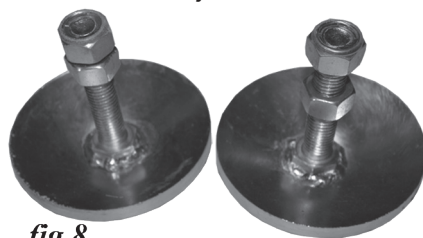
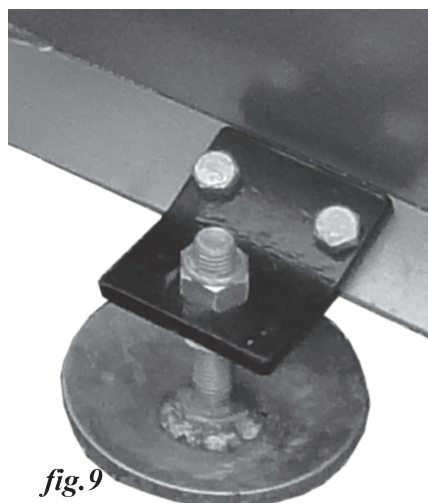

fig.8
fig.9
5. Si ce n'est déjà fait, vissez un écrou M18 sur l'arbre de chaque patin (fig.8). En supposant que l'ensemble de lame est maintenue dans un position verticale, insérer les patins par le bas dans le support déjà attaché à la lame. Et tenir en place avec un écrou Nylock, voir (fig.9). Installer temporairement le patin pour qu'il soutienne la lame a environ 1 cm (1/2 pouce) au-dessus du sol. Ceci serait la hauteur normale de la surfaces pavées, mais vous pouvez faire varier la hauteur en fonction des conditions.